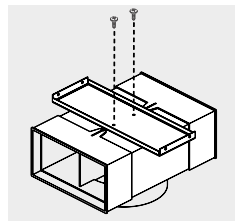

Figura 10
- Asegure el soporte base al deflector usando 2 tornillos ST 4.2X10. (Ver Figura 10).